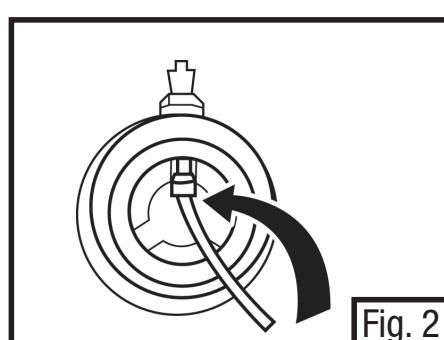

Fig. 2
3. Slide one end of cut sampling tube onto the inside fitting of the 601 Adapter. (Fig. 2)
- Faire glisser l'une des extrémités du tube d'échantillonnage coupé sur le raccord intérieur de l'adaptateur 601. (Fig. 2)